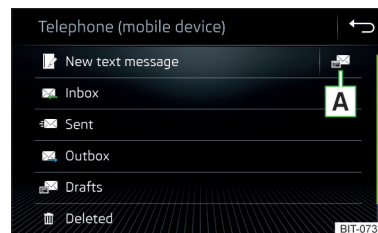

Fig. 185
- În meniul principal **Telefon**, acționați suprafața de comandă funcții 📞; se afișează un meniu pentru mesaje » fig. 185.
- » **fig. 185 la pagina 169.**